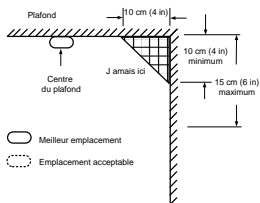

Figure 3 : recommandations pour installer les détecteurs de fumée et de chaleur de façon optimale
- Installez les détecteurs de fumée et de chaleur le plus près possible du centre du plafond. Si vous n'y parvenez pas, installez le détecteur à plus de 10 cm des murs ou des angles (*reportez-vous à la Figure 3*).
- Si l'installation au plafond s'avère impossible et que les autorités locales et nationales autorisent l'installation murale des détecteurs, installez-les sur des murs à une distance de 10 cm à 15 cm du plafond (*reportez-vous à la Figure 3*).
- Dans les endroits où l'air est statique, notamment sous des toits pointus ou dans des angles entre les murs et le plafond. L'air statique peut empêcher la fumée d'atteindre le détecteur (*reportez-vous à la Figure 3 et à la Figure 4 pour connaître les emplacements d'installation recommandés*).